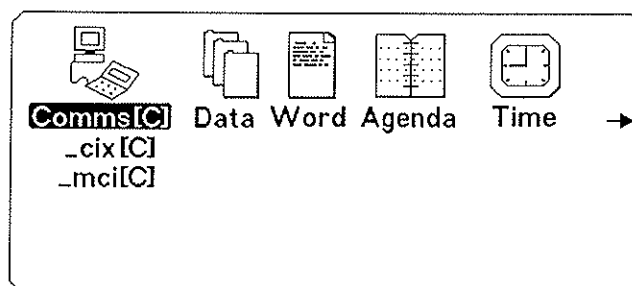

figure 5-16: L'écran système
- Si l'écran de communication n'apparaît pas il faut appuyer la touche [SYSTEM] de sorte qu'il apparaisse l'écran de système suivant (voir la figure 5-16):
Si le programme de communication Comm[C] n'apparaît pas sur l'écran de système comme dans la figure 5-16, par exemple après le remplacement des piles principales en combinaison avec une pile de sécurité affaiblie, le programme doit être installé de nouveau à l'aide du paragraphe 0.